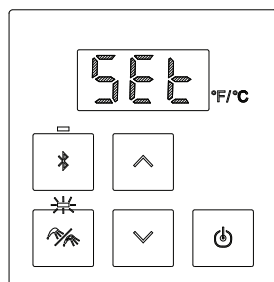

Fig. 1
1. Quando lo scaldacqua viene alimentato elettricamente per la prima volta, sul display del pannello comandi a bordo dell'apparecchio verrà visualizzata la scritta '**Set**' e lampeggerà il led del tasto '**Priority**' (Fig. 1).